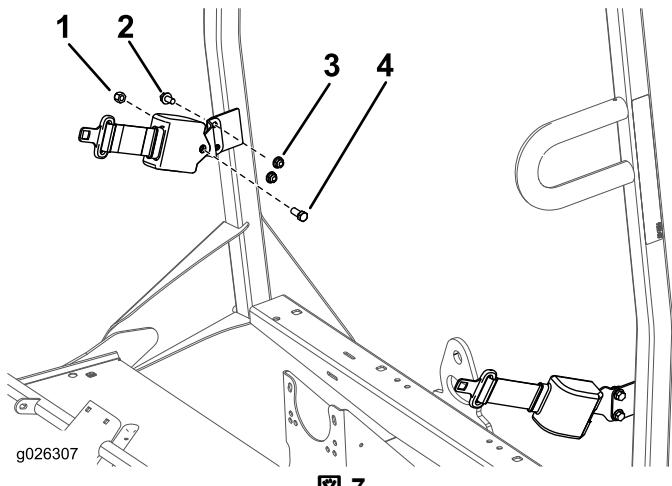

図 7
- シートベルト用アンカーブラケットを ROPS についている各タブに取り付けるボルト3/8 インチ2本とナット3/8 インチを使用する。図 7を参照。
- 各シートベルト・アセンブリの引き込み側を、アンカーブラケットに取り付ける各々についてボルト7/16インチをナット7/16インチを使用する 図 7。